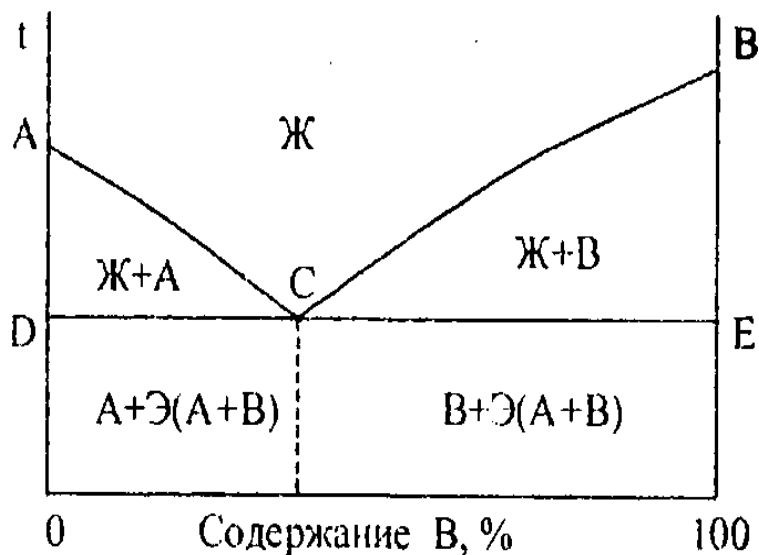

Рис. 9. Диаграмма состояния сплавов, образующих механические смеси
**Виды диаграмм состояния.** Диаграмма состояния сплавов, образующих механические смеси (рис. 9), характеризуется отсутствием растворения компонентов в твердом состоянии. Поэтому в этом сплаве возможно образование трех фаз: жидкого сплава Ж, кристаллов А и кристаллов В. Линия АСВ диаграммы является *линией ликвидус*: на участке АС при охлаждении начинается кристаллизация компонента А, а на участке СД — компонента В. Линия ДС В является линией *солидус*, на ней завершается кристаллизация А или В и при постоянной температуре происходит кристаллизация эвтектики Э. Сплавы концентрация которых соответствует точке С диаграммы называются эвтектическими, их структура представляет собой чистую эвтектику. Сплавы, расположенные на диаграмме левее эвтектического, называются *доэвтектическими*, их структура состоит из зерен А и эвтектики. Те сплавы которые на диаграмме расположены правее эвтектического, называются *заэвтектическими*, их структура представляет собой зерна В, окруженные эвтектикой.